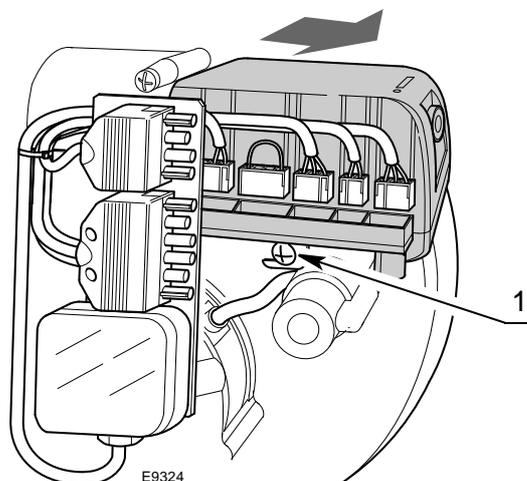

Fig. 17
- débrancher tous les connecteurs qui y sont branchés, la fiche à 4 pôles, la fiche à 6 pôles, les câbles de haute tension, et le fil de terre (TB);
- dévisser la vis 1)(Fig. 17) et tirer la boîte de contrôle dans le sens de la flèche.
- visser la vis 1)(Fig. 17) avec un couple de serrage de  $1 \div 1,2$  Nm;